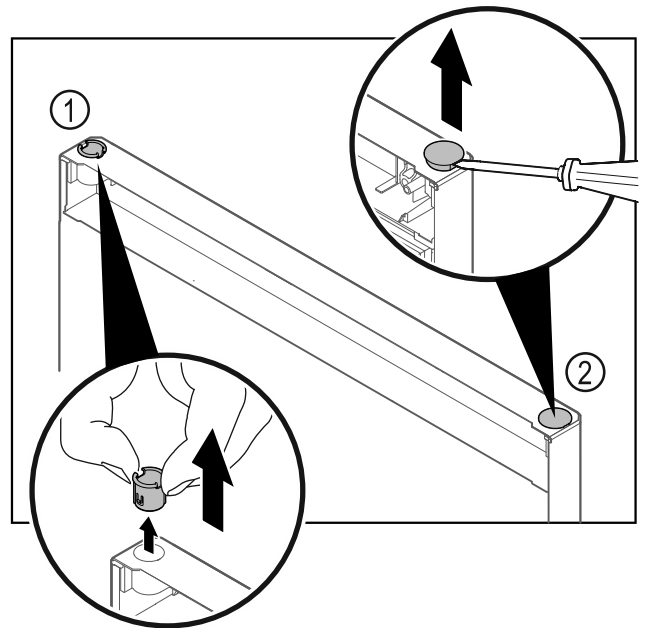

Fig. 22
- ▶ Витягніть шарнірну втулку Fig. 22 (1) пальцями.
- ▶ За допомогою шліцевої викрутки обережно підніміть заглишку Fig. 22 (2) та витягніть її.